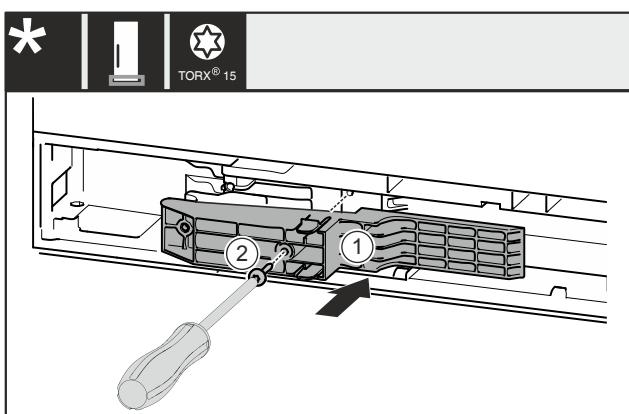

Fig. 52 \*
- ▶ Adapterstück Fig. 52 (1) auf der Griffseite in die Aussparung einsetzen.\*
- ▶ Schraube Fig. 52 (2) mit Schraubendreher festschrauben.\*